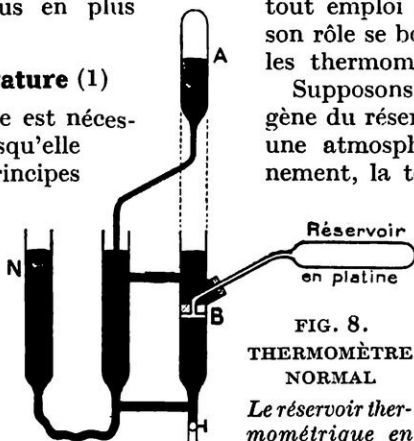

FIG. 8.
rature, en obligeant son volume à rester invariable. Dans le *thermomètre normal* (fig. 8), dont un modèle est déposé au Bureau international des poids et mesures, dans le parc de Saint-Cloud, du gaz hydrogène se trouve à l'intérieur d'un réservoir de platine (cylindre long d'un mètre sur 36 millimètres de diamètre) : lorsque ce réservoir est porté à une température plus élevée, on s'arrange (en soulevant le tube de niveau *N*) pour que le mercure monte en *A* ; c'est de la mesure de la hau-
Supposons, maintenant, que l'hydrogène du réservoir (fig. 8) soit à 0° et sous une atmosphère. Cherchons, par tâtonnement, la température pour laquelle sa pression sera égale à deux atmosphères : on trouve alors + 273° centésimaux (1). En d'autres termes, pour chaque degré centésimal d'élévation de température, la pression de l'hydrogène — ou même de n'importe quel gaz — s'accroît d'un deux cent soixante-treizième de sa valeur.